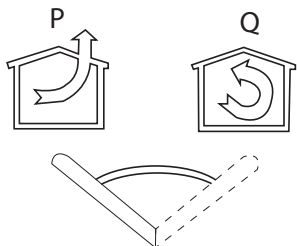

Fig 12
La palanca se encuentra en la unidad de motor y debe ubicarse en el símbolo (P) en caso que la instalación esté en modo de extracción (Fig. 12).
Revisar que la palanca de filtración/extracción esté en la posición adecuada: la palanca se encuentra en la unidad de motor y debe ubicarse en el símbolo (Q) en caso que la instalación esté en modo de filtración (fig. 12). también se debe tener en cuenta que el uso de filtros de carbón es necesario en caso de funcionamiento en modo de filtración. Revisar en caso que los filtros ya estén instalados, si es necesario (fig. 13 R), instalar el filtro de carbón girando en contra de las manecillas del reloj.